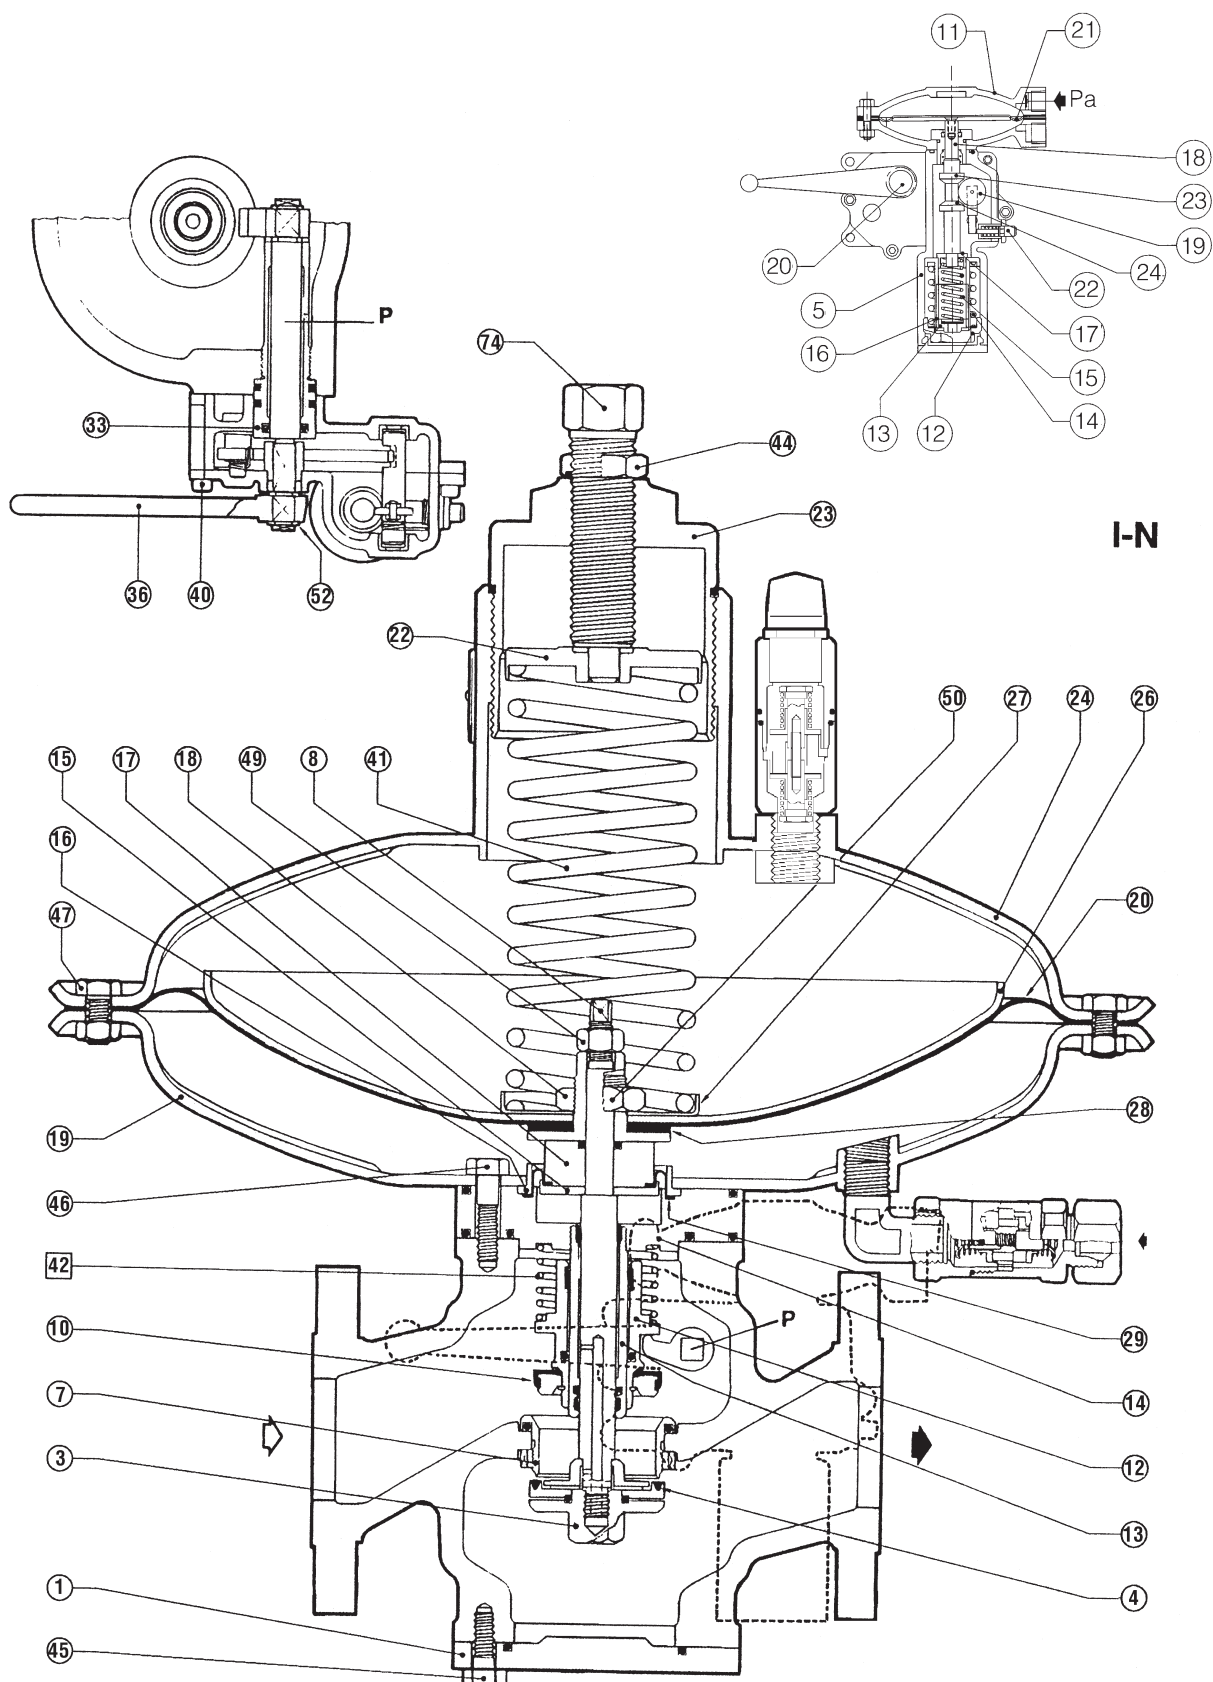

Fig. 18
**6.2 TAB. 10 BLOCCO REGOLATORE (FIG. 18)**
**(Le posizioni si riferiscono alla fig. 18)**
- 1) Allentare le viti di fissaggio pos. (45) della flangia inferiore.
- 2) Togliere la flangia inferiore pos. (1) .
- 3) Togliere la guarnizione dell'otturatore pos. (4) svitando il supporto guarnizione pos. (3) agendo con un colpo secco.
- 4) Allentare il dado di bloccaggio pos. (44) .
- 5) Allentare la vite di regolazione pos. (74) fino alla sua estrazione.
- 6) Svitare e togliere il tappo premimolla pos. (23) .
- 7) Togliere la molla di regolazione pos. (41) unitamente al supporto molla superiore pos. (22) .
- 8) Allentare e togliere le viti di fissaggio pos. (47) .
- 9) Togliere il coperchio superiore pos. (24) .
- 10) Tenendo fisso il supporto membrana pos. (18), allentare il dado di bloccaggio pos. (50) . Togliere e quindi togliere il supporto molla pos. (27) , il disco protezione membrana pos. (26) , la membrana pos. (20) , la guarnizione in gomma pos. (28) .